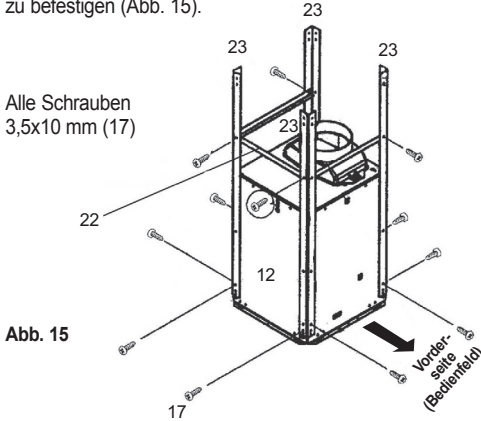

Abb. 15
Um die Stabilität der Konstruktion weiter zu erhöhen, ist noch die Stabilisierungsstrebe (22) mit insgesamt 4 Schrauben (17) an den Montagewinkeln (23) zu befestigen (Abb. 15).